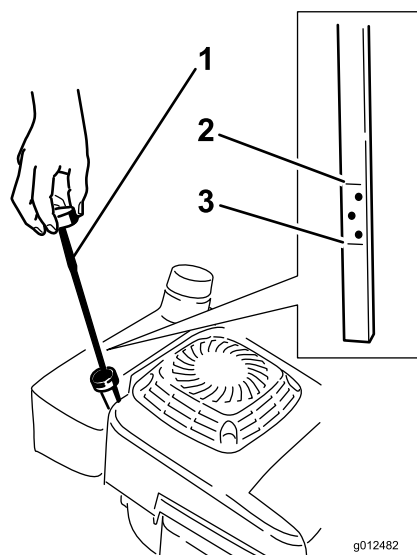

図 15
オイルの量がディップスティックの Add と Full のマークの間にあるかどうか、使用ごとに点検してください（図 15）。
2. ディップスティックの周囲をきれいにする（図 15）。
6. 引き抜いてディップスティックの目盛りで油量を点検する (図 15)。